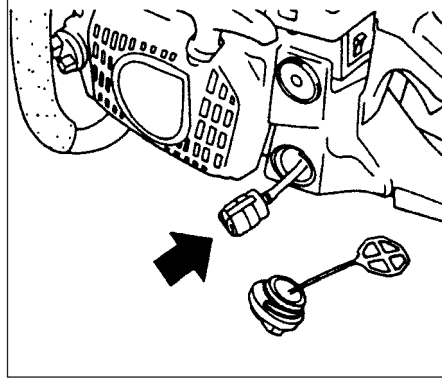

Рис.3-7
**Топливный фильтр (Рис. 3-7)**